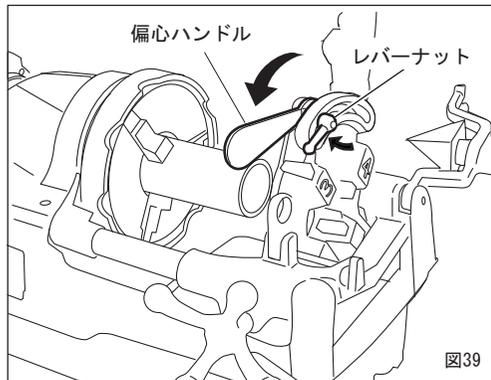

図 39
- ① ねじ切りのサイズ寸法を合わせるには偏心台の目盛りを、ダイヘッドのサイズ目盛りのねじ切り寸法に合わせて、レバーナットを締めて固定してください。(図 39)
- ② スイッチを入れますとオイルはダイヘッドから自動的に注油されます。
- ③ 送りハンドルを右回り方向に動かしパイプにチェーザを押し付け食い付かせてください。ねじ山が3~4山切ればあとは自動的にねじが切れます。